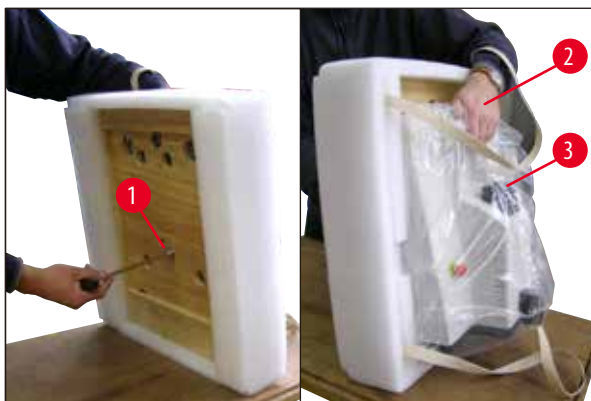

Рис. 5
- Слегка наклоните прибор вместе с основанием (→ Рис. 5), удерживая одной рукой за выемку (→ Рис. 5-2) буферного поддона! НИКОГДА не поднимайте и не удерживайте прибор за режущую головку (→ Рис. 5-3)!! Ослабьте винт (→ Рис. 5-1) с помощью входящего в комплект поставки ключа под шестигранник SW 8 и снимите основание.